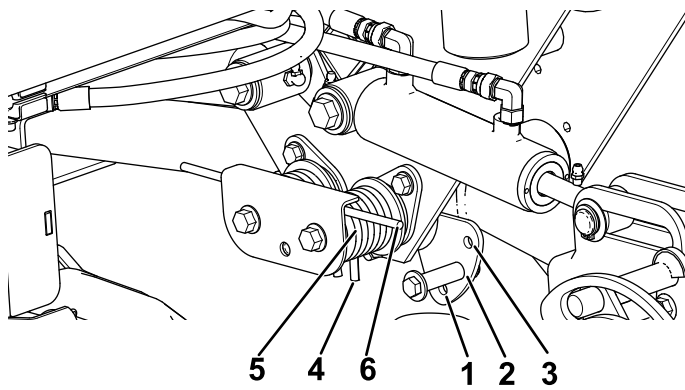

図 45
押圧を変更するには、キャッチプレートを取り外して、2つのスプリング入れ替えます。そして、スプリングの短い脚がキャッチアセンブリの上側リップに乗り上げるようにします(図 45)。
2. 調整作業の最中に、スプリングのテンションが掛からないようにするため、スプリングの長い方の端にパイプなどを通してスプリングの力を殺しておく図 45。
3. スプリングのテンションをなくしたら、スプリングアクチュエータを固定しているボルトとロックナットを外す図 45